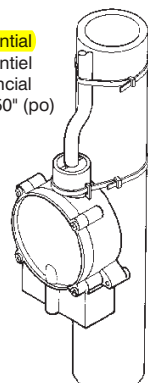

Figure 3
3. For universal installation, refer to Figure 3. The RS-5LL can be attached to a pipe with the cable ties provided. Slots are provided at the upper collar of the switch housing to enable you to secure the switch to piping. Use one cable tie to attach the switch to the pipe through the slots on the collar. The other cable tie should be used to secure the power cord to the piping approximately 3" above the switch collar as shown in Figure 3.
3. Pour une installation universelle, consulter la Figure 3. Le RS-5LL peut, à l'aide des attaches de câble fournies, se fixer à un tuyau. Le haut du boîtier de l'interrupteur est muni de rainures afin de pouvoir fixer ce dernier à la tuyauterie. Utiliser une attache de câble pour fixer l'interrupteur au tuyau, par les rainures sur le collet. L'autre attache peut servir à fixer le cordon d'alimentation au tuyau, à environ 3 pouces au-dessus du collet, tel qu'indiqué à la Figure 3.